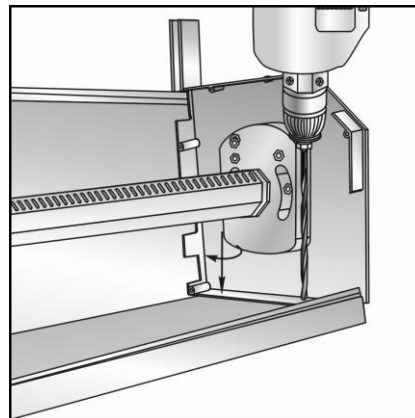

Fig. 2.10
- en cas de pose sous linteau percez deux trous dans les bords repliés supérieurs de chaque couvercle (fig. 2.10) ;